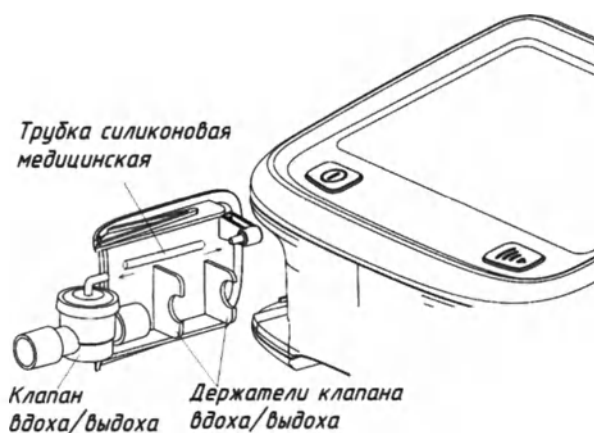

Рисунок 10 – Сборка левой щеки аппарата
4) Установите на внутреннюю поверхность левой щеки подготовленный клапан вдоха/выдоха CV-3 в держатели клапана (см. рисунок 10).